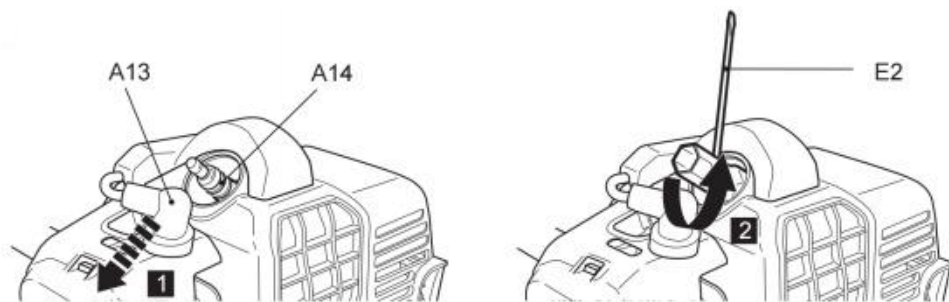

Fig. 78
2. Desserrez la bougie d'allumage (A14) dans le sens antihoraire à l'aide de l'outil multifonction (E2) et retirez-la soigneusement (Fig. 78).